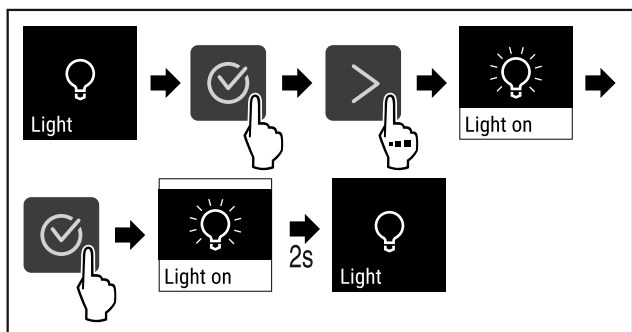

Fig. 69
- ▶ Proved'te akční kroky (viz Fig. 69) .